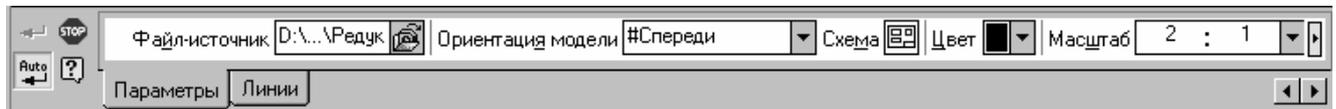

Рис. 43. Параметры видов
- 3.8. Выберите в контекстном меню пункт «**Параметры видов...**» и в открывшемся окне введите **масштаб 2:1** (рис. 43).